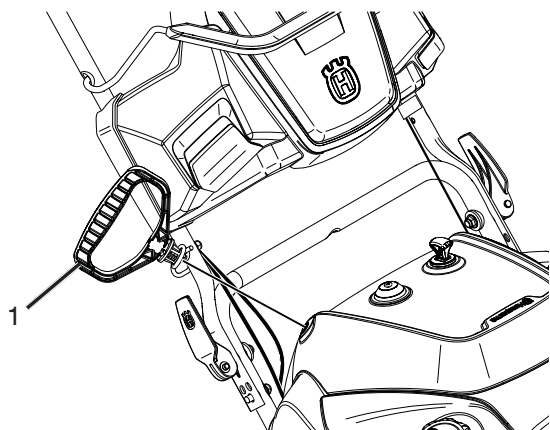
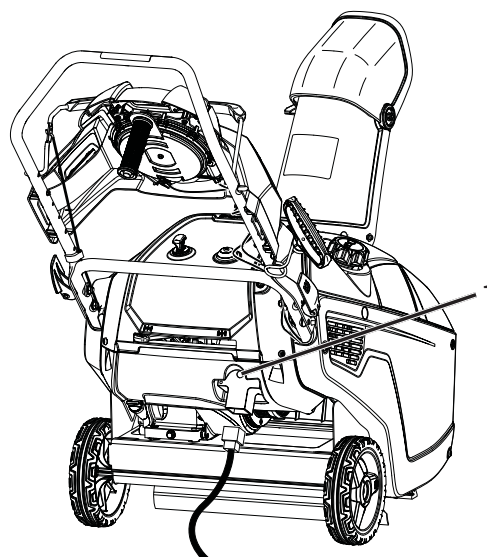

Figure 12
Figure 13
4. Tirer le lanceur à enrouleur (Figure 12) ou si votre souffleur à neige est équipé d'un démarreur électrique, brancher une rallonge au souffleur à neige et brancher l'autre extrémité dans une prise d'alimentation à trois trous 110 volts c.a., puis appuyer sur le bouton du démarreur électrique (Figure 13).
6. Débrancher la rallonge de la source d'alimentation et de la souffeuse à neige (Figure 13).